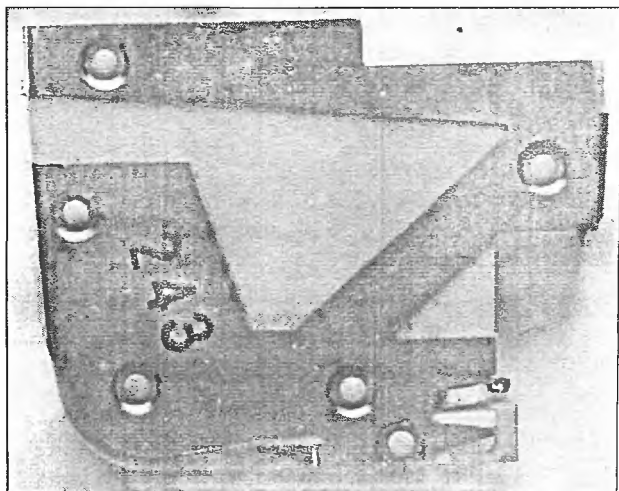

Рис. 1.9
6. Освобождают пластмассовые защелки антенны и снимают ее с платы (рис. 1.9).